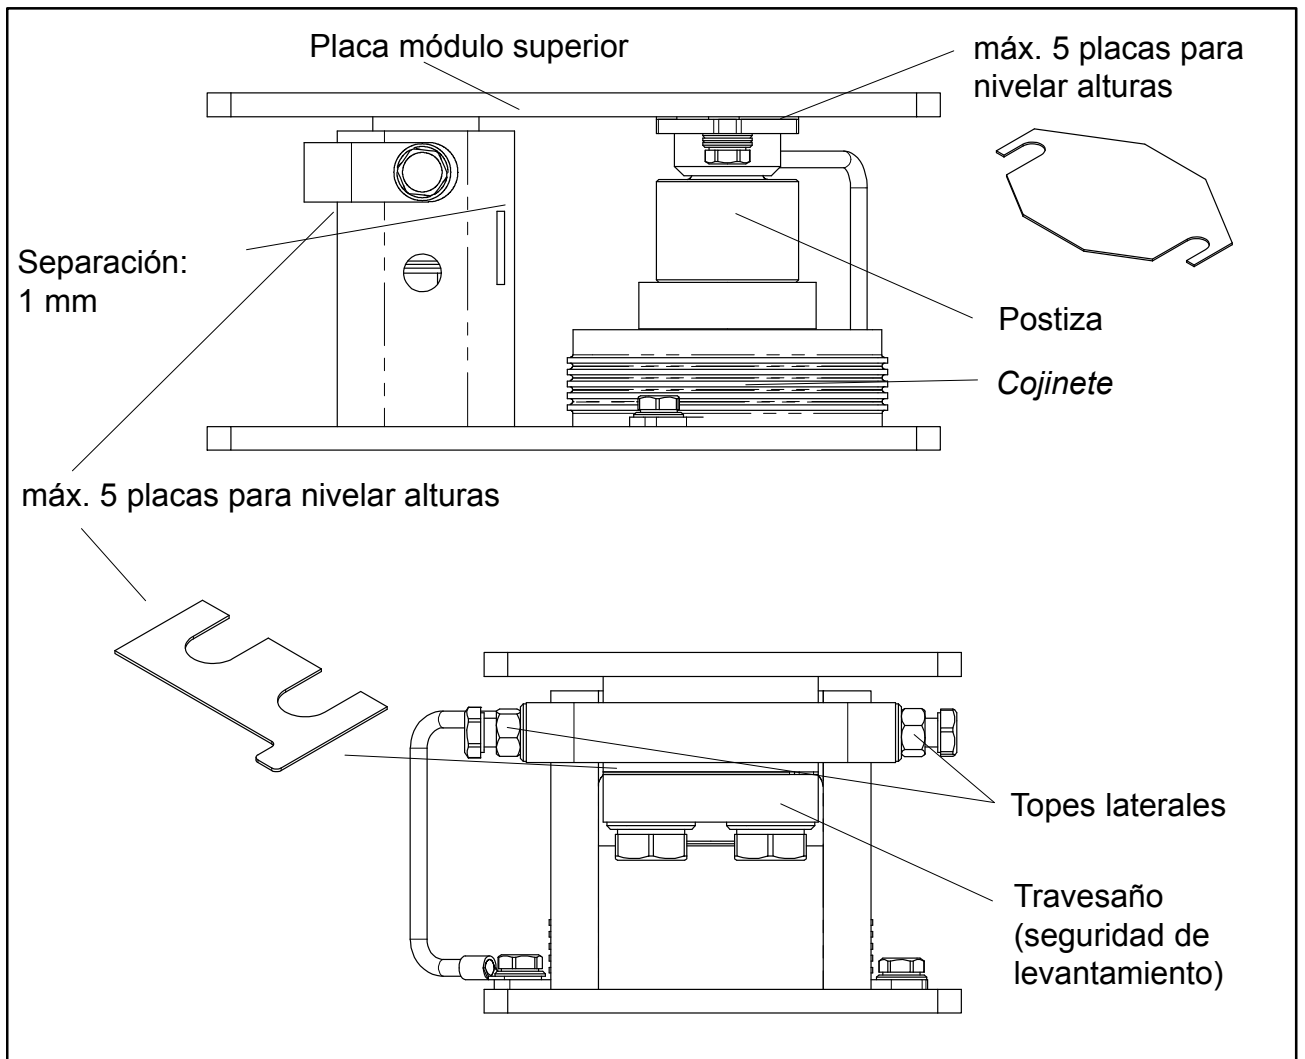

Fig. 2.4: Montaje de las placas niveladoras en la versión de 10 t a 33 t
Montaje de la célula de carga de 10 t, 22 t y 33 t de carga nominal (consultar Fig. 2.4):
- Alinear el módulo verticalmente colocando o retirando las placas niveladoras de 1-mm- de espesor sobre la pieza de aplicación de fuerza de la célula de carga (consultar Fig. 2.4).